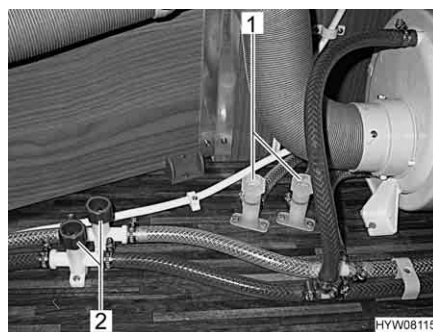

Fig. 80 Rubinetti di scarico per scaldacqua
- Chiudere tutti i rubinetti di scarico. Ruotare i coperchi (Fig. 80,1 e 2) in senso orario.
- Aprire tutti i rubinetti di scarico. A tal fine ruotare i coperchi (Fig. 80,1 e 2) in senso antiorario.